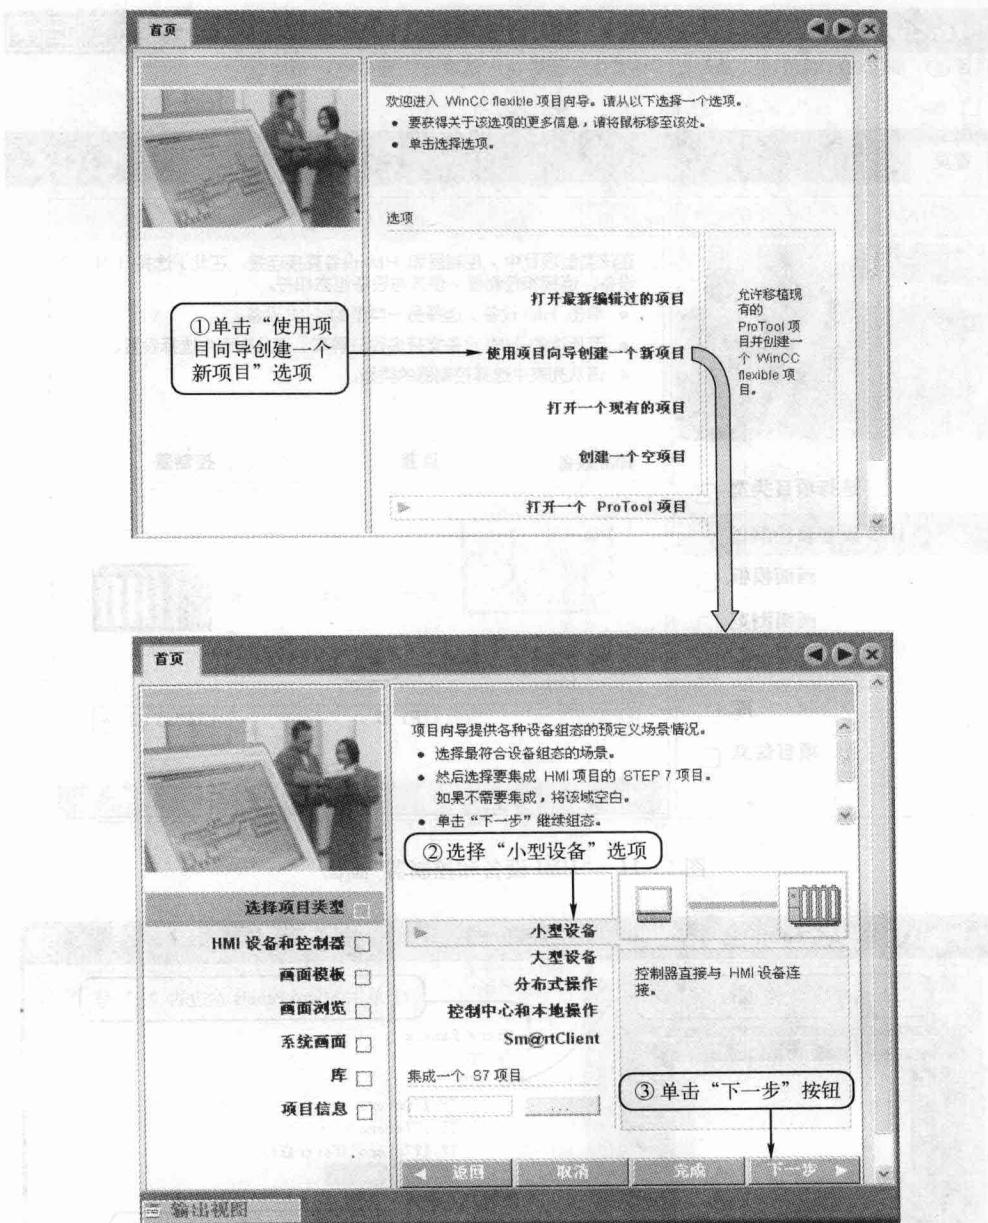

图 1-10 创建新项目(二)
②如果没有启动 WinCC flexible，则单击 Windows 桌面上的 WinCC flexible 图标，打开 WinCC flexible 的首页，单击“使用项目向导创建一个新项目”选项，进入如图 1-10 所示的“选择项目类型”画面。这个画面与后续的几个画面有相同的结构，都分成左右两部分，其左部分显示出在新建项目过程中的几个步骤和当前页所属的步骤；其右部分是当前步骤的组态内容。“选择项目类型”画面是创建新项目的第一步，它提供 5 种不同类型的项目可供选择。